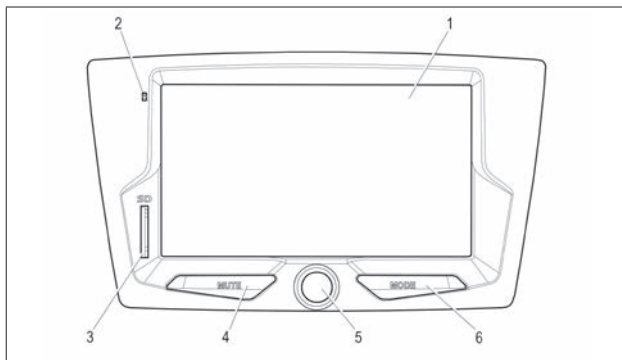

Рис. 40. Радиоприемник
**В варианном исполнении** автомобиль комплектуется радиоприемником и проигрывателем звуковых файлов разных моделей, внешний вид которых представлен на рис. 40 и 40а. Более подробную информацию управлением радиоприемника и проигрывателя звуковых файлов смотрите в приложении 4 и 5.
Рис. 40а. Внешний вид и форма лицевой панели
Рис. 40б. Размещение разъема
Разъем **1** (рис. 40б) для подключения USB-накопителя расположен в верхнем левом углу вещевого ящика.